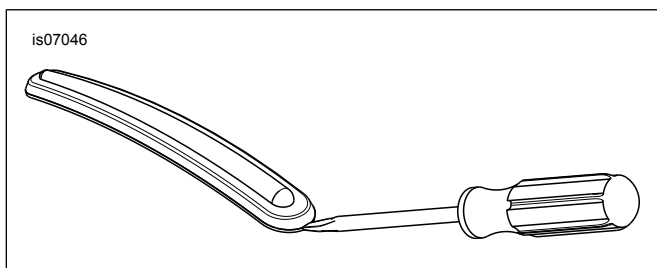

Figura 2. Remoção da faixa de acabamento do para-lama
- b. Ver Figura 2 . Introduza a ponta da chave de fenda entre o aro cromado e a faixa de acabamento de borracha.